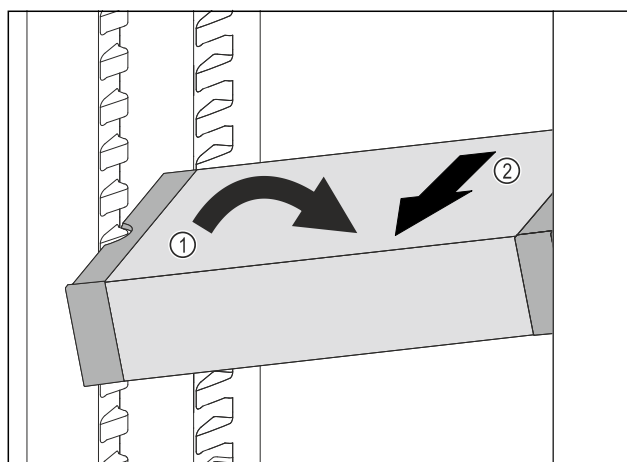

Fig. 104
- ▶ VarioSafe postavte v chladničce šikmo. Fig. 104 (1)
- ▶ VarioSafe odeberte směrem dopředu. Fig. 104 (2)